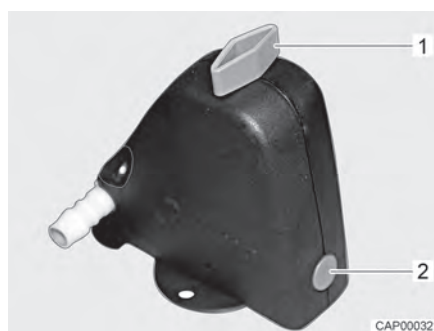
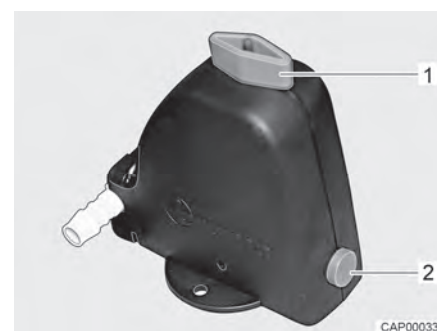

Bild 141 Säkerhets-/avtappningsventil stängd
Bild 142 Säkerhets-/avtappningsventil öppen
- Öppna säkerhets-/avtappningsventil (Bild 141). Vrid vredet (Bild 141,1) mot säkerhets-/avtappningsventilen. Tryckknappen (Bild 141,2) skjuts ut. Den öppna säkerhets-/avtappningsventilen visas i Bild 142.